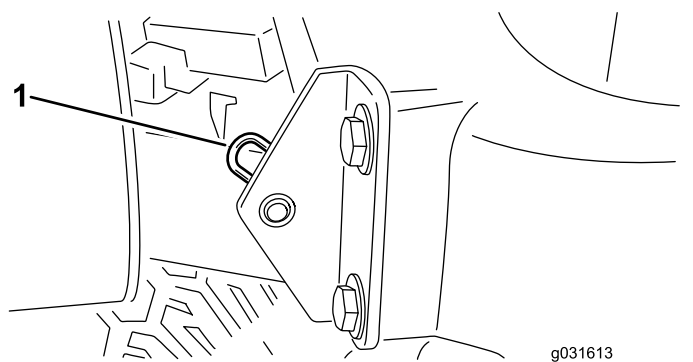

Рисунок 76
2. Снимите игольчатый шплинт крепления оси поворота капота к монтажным кронштейнам (Рисунок 76).